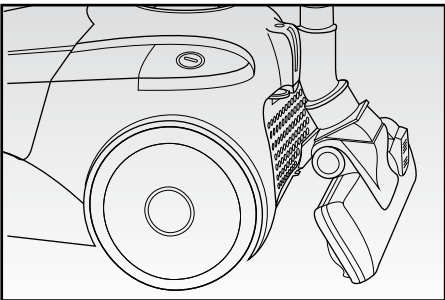

Fig. 6
- È possibile riporre l'apparecchio, utilizzando l'apposito gancio posteriore per la spazzola pavimenti (FIG. 6).